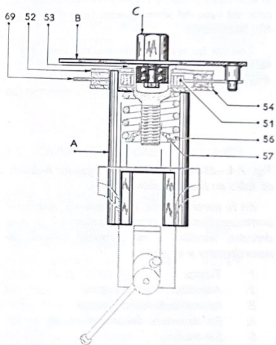

Fig. 7.3.—Utilización del aparato 3452-T para el desarmado y rearmado de un amortiguador de fricción (frotador), así como para su comprobación y tarado.
I.—Colocar el aparato 3452-T (fig. 7.3) en un tornillo de banco y poner el amortiguador de fricción sobre el aparato. Retirar la tuerca (57), extraer el muelle (56), el disco (54), el muelle (51) y el conjunto portaforros (69), el muelle (51) y el conjunto disco de fricción (52) y cubo (53).
Para la comprobación de un amortiguador de fricción, colocarlo sobre el aparato 3452-T (fig. 7.3).
Para regular el tarado del amortiguador de fricción, apretar o aflojar la tuerca (57) (fig. 7.3) para obtener los pares de deslizamiento indicados anteriormente entre 2,3 y 2,7 m.kg. Después de cada apriete o afloje de la tuerca, golpear ligeramente sobre el cubo (53) con la ayuda de un mazo de madera para asegurar la colocación adecuada de las piezas.